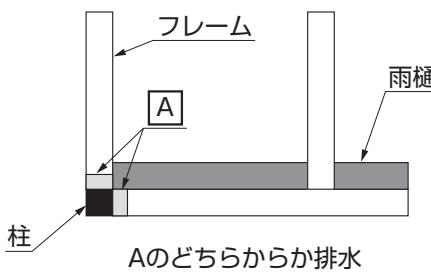
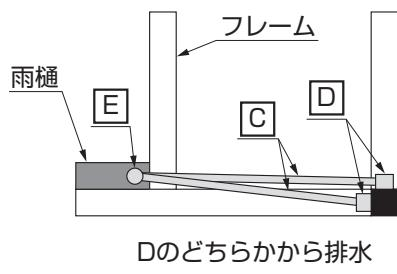

図1-13 雨樋端部の角の柱に排水する場合
図1-15 雨樋から離れた柱に排水する場合
- 雨水の排水箇所（化粧樋設置箇所）は、状況により図のように3つから選択してください。（図1-13、図1-14、図1-15参照）